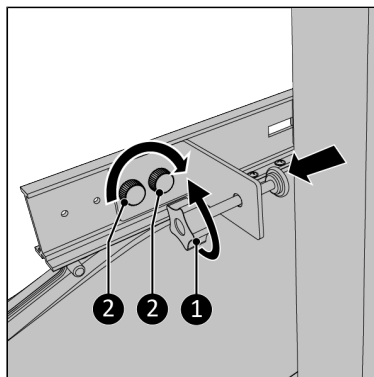

Figure 186.
12. Resserrez complètement la vis de fixation (Figure 186, pos. 1).
14. Vissez le support de fixation sur le rail principal au moyen des deux vis à bouton (Figure 186, pos. 2).